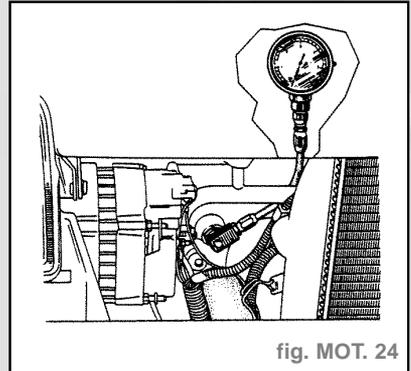

fig. MOT. 24
- Brancher le manomètre **Mot. 836-05** à la place du manométrique (fig. MOT. 24).
- Aligner l'index de roue crantée d'arbre à cames avec le repère du carter de distribution (fig. MOT. 24).